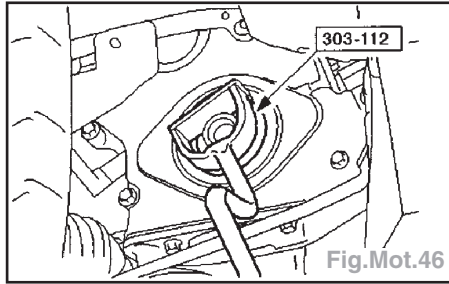

Fig.Mot.46
- A l'aide de l'outil spécial, déposer l'arrêt d'huile avant de vilebrequin (Fig.Mot.46).